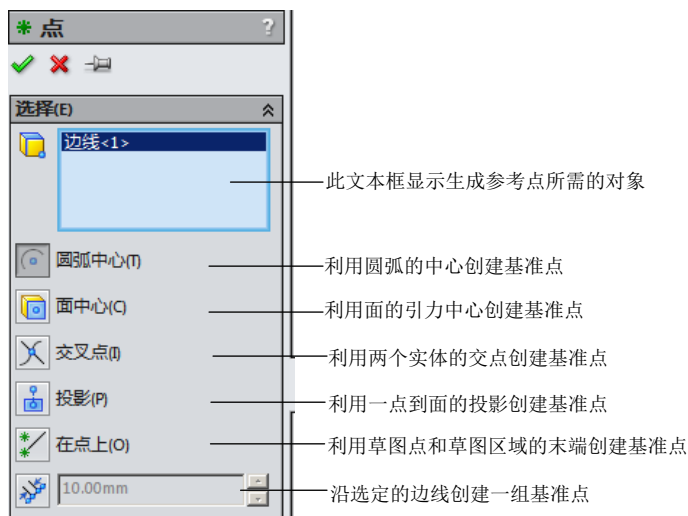

图 3.16.11 “点”对话框
Step2. 选择命令。选择下拉菜单 **插入(I)** → **参考几何体(G)** → **点(P)...** 命令，系统弹出图 3.16.11 所示的“点”对话框。